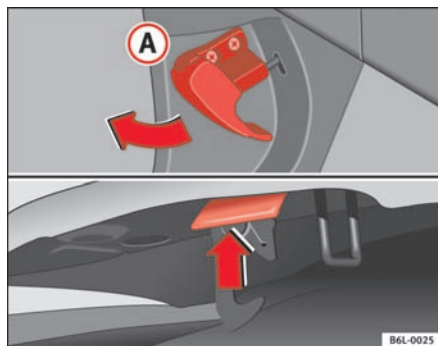

Fig. 123 Arm til motorhjelme
- Træk grebet under instrumentpanelet ⇒ side 170, fig. 123 i pilens retning for at åbne motorhjelmen. Motorhjelmen bliver løsnet ved hjælp af en fjeder ⇒ ⚠.